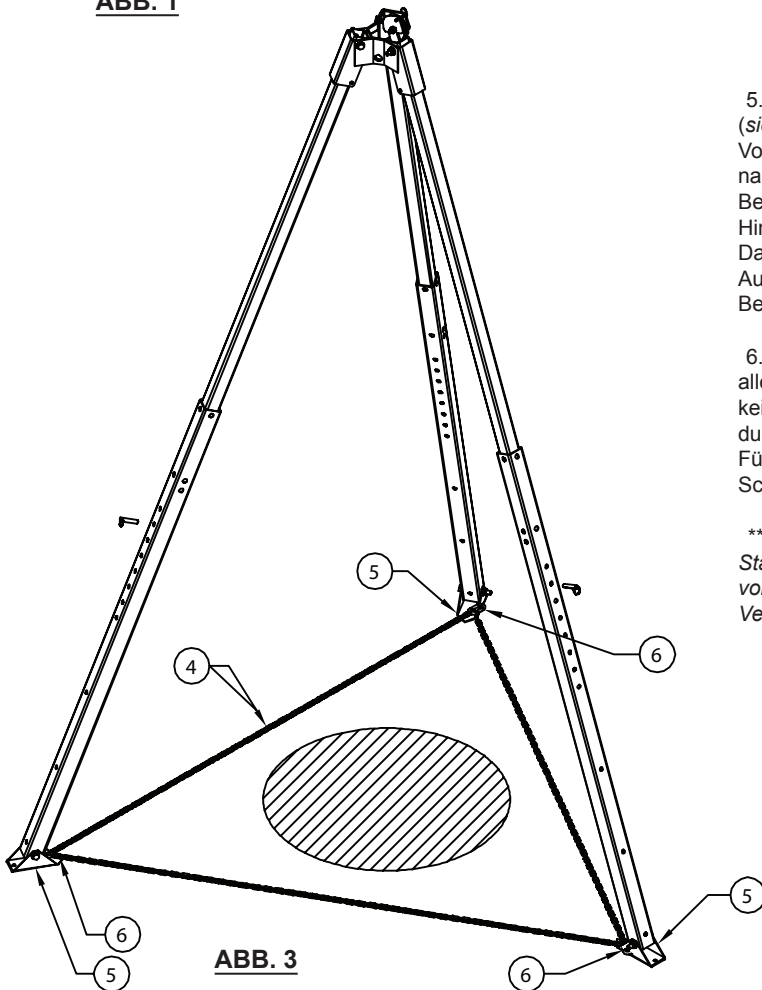

ABB. 3
4. Die 3 Bein-Einstellstifte[3] aus den Beinen ziehen und die Beine bis zur vollen Länge ausziehen. Die drei Bein-Einstellstifte wieder einsetzen, um das Bein in der ganz ausgezogenen Stellung zu sichern. (siehe Abb. 3)
5. Das Stativ über dem Einstieg positionieren (siehe Abb.3) und darauf achten, dass die Vorrichtung eben steht. Die Länge der Beine nach Bedarf durch Entnahme des jeweiligen Bein-Einstellstifts und durch Herausziehen/ Hineinschieben des jeweiligen Beins einstellen. Darauf achten, dass nach der ebenen Ausrichtung des Stativs alle drei Bein-Einstellstifte wieder eingesetzt werden.